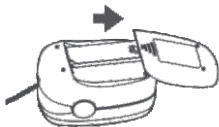

Рис. 3 Крышка батарейного отсека
2. Вставьте крышку гнезда горизонтально, по направлению, указанному стрелкой (рис. 3).